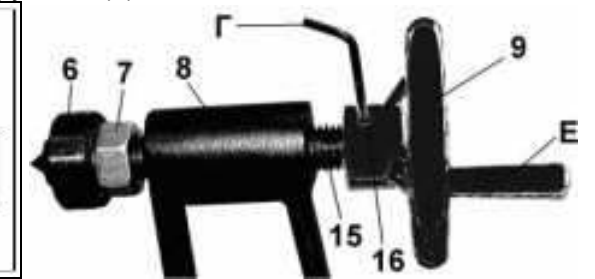

Рис.4.
8.3. Как показано на Рис.4, ручку (E) вкрутите в резьбовое отверстие маховика (9). Установите маховик (9) на пиноль (15) и закрепите винтом (16), используя шестигранный ключ (Г), Рис.1.4.